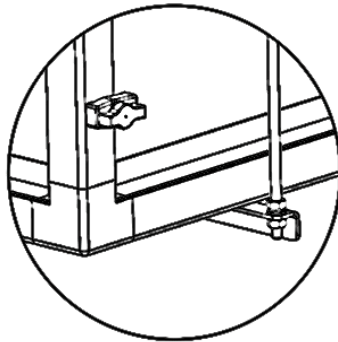

Рис.7. Подвесной узел секции
7.1.5. Подвесное исполнение секции может быть также обеспечено типовыми подвесами воздухопроводов, с помощью шпилек, траверс или уголков (рис.7). Тип и количество подвесов определяется проектом (в комплектацию не входит).